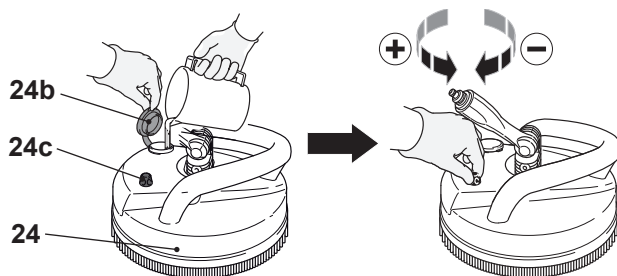

Fig. 13
9. Abra el tapón (24b) llene con el detergente adecuado y cierre después. (Fig. 13).